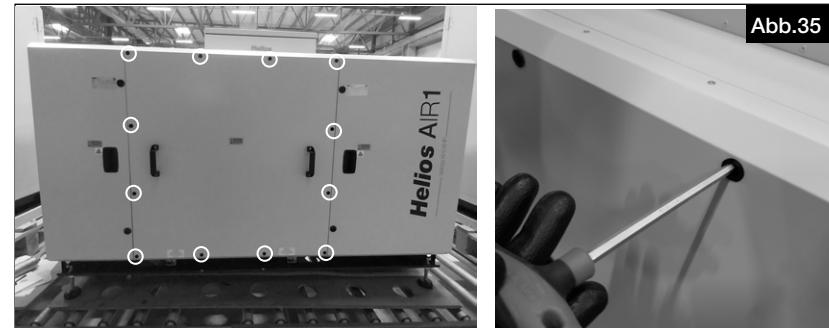

Abb.35
1. Die Servicetür öffnen (s. Abb.35).